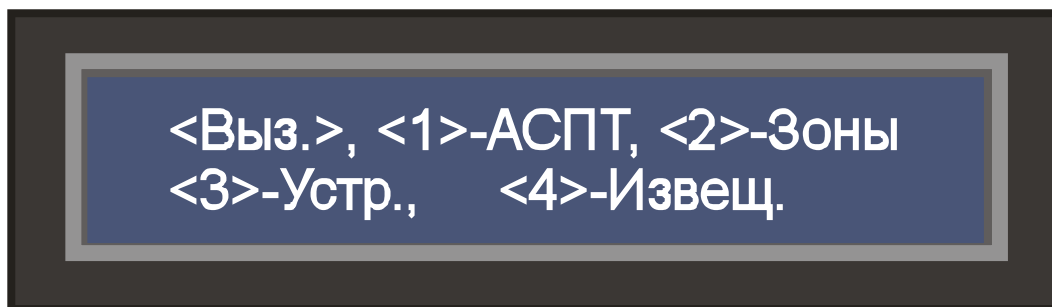

Рисунок 7 – Меню пожарной службы
- 1) Предъявить пропуск «Пожарная служба». На индикаторной панели включится подсветка, появится надпись «СОТРУДНИК ПОЖАРНОЙ СЛУЖБЫ» и появится меню пожарной службы (рисунок 7).
- 1) Предъявить пропуск «Пожарная служба». На индикаторной панели включится подсветка, появится надпись «**СОТРУДНИК ПОЖАРНОЙ СЛУЖБЫ**» и появится меню пожарной службы (рисунок 7).